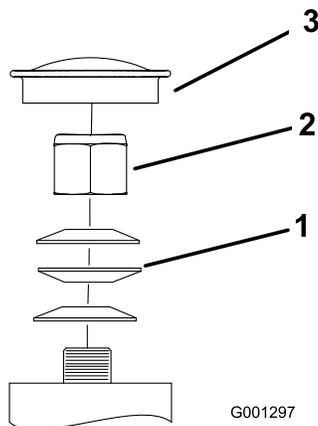

Figura 57
3. Retire el tapón anti-polvo de la rueda giratoria y apriete la contratuerca (Figura 57).
4. Apriete la contratuerca hasta que las arandelas de muelle estén planas, luego afloje la contratuerca 1/4 de vuelta para establecer la pre-carga correcta de los cojinetes (Figura 57).
Importante: Asegúrese de que las arandelas de muelle están correctamente instaladas, según muestra Figura 57.
5. Coloque el tapón anti-polvo (Figura 57).